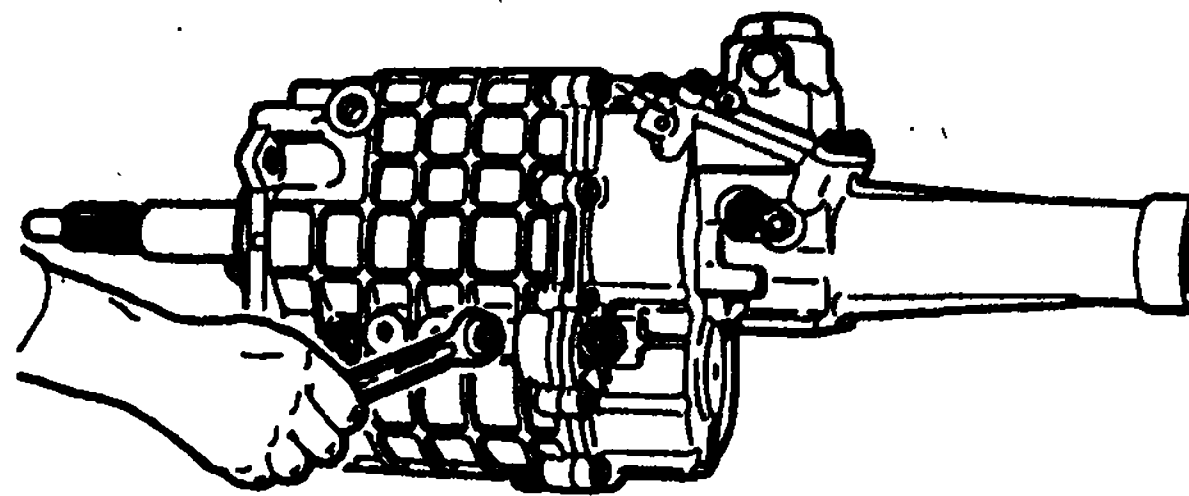

Рис. 7.13. Отворачивание болта крепления оси промежуточной шестерни заднего хода на переднем картере
- отвернуть болт креплений втулки оси промежуточной шестерни заднего хода, расположенной с левой стороны переднего картера (рис. 7.13);